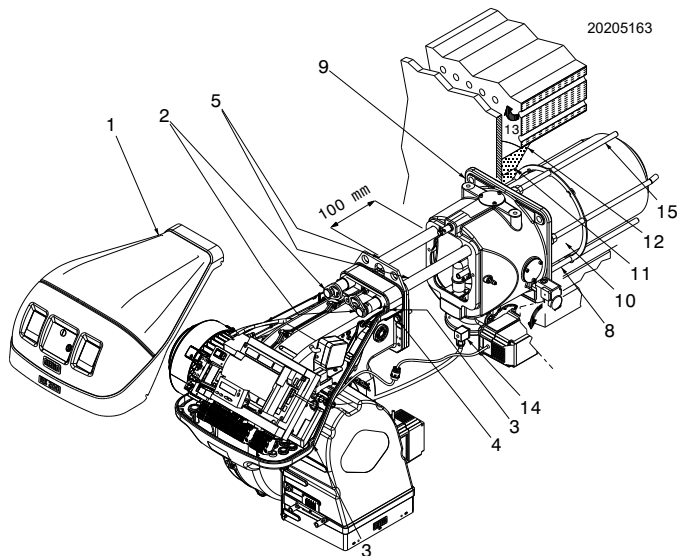

Fig. 17
Para calderas con paso de humos delantero 13)(Fig. 17), realizar una protección de material refractario 11), entre el material refractario de la caldera 12) y el tubo llama 11).
Separar el cabezal de combustión del resto del quemador, como en la Fig. 17; proceder como se describe a continuación:
Al fijar el quemador a la caldera, prestar especial atención a los tubos de gas externos 15)(Fig. 17) para evitar dañarlos.
- volver a montar el quemador en las guías 3) a unos 100 mm del manguito 4) - quemador en la posición indicada en la Fig. 17 en pág. 22;